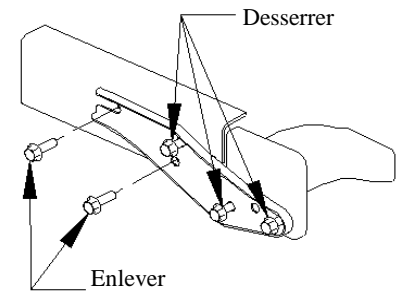

Figure 2
①	Qté. (4)	Rondelle conique de ½ po	③	Qté. (4)	Espaceur
②	Qté. (4)	Écrous hexagonaux M12 x 40 x 1.25
- Se référant à la Figure 2, Enlever les deux (2) boulons hexagonaux à rondelle existants d'un côté de l'attache du pare-choc de la structure du pare-choc comme illustré, et desserrer les trois (3) boulons. Faites ceci des deux côtés.